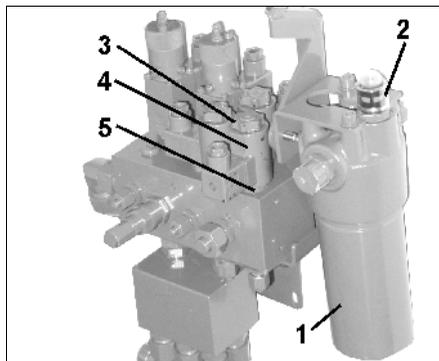

Fig. 61
Durante la operación puede controlarse en el bloque de válvulas el funcionamiento del filtro de aceite hidráulico (Fig. 61/1).
Indicación en la ventana de control (Fig. 61/2):
- Desenroscar caperuza del solenoide (Fig. 61/3)
- Quitar solenoide (Fig. 61/4)
- Desenroscar vástago de válvula (Fig. 61/5) con asientos de válvula y limpiar con aire comprimido o aceite hidráulico.